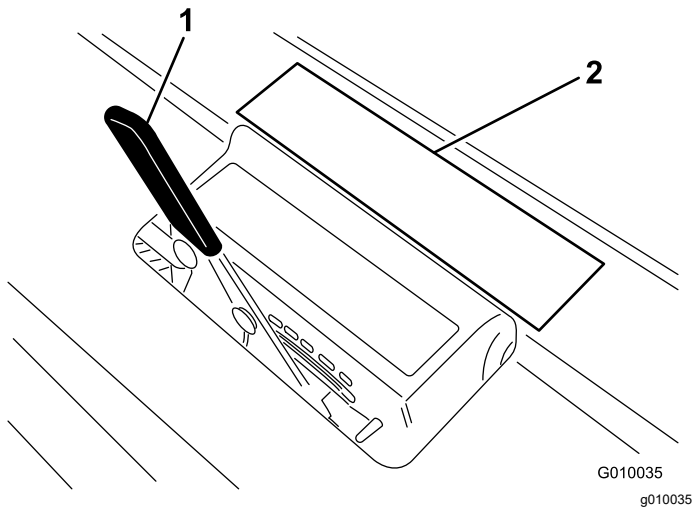

图 16
3. 将打孔针平放到打孔针深度标贴上图 16 一头与所需的打孔深度对齐请参考标贴上的打孔针图示。